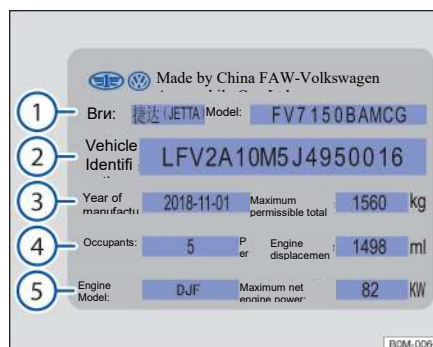

Рисунок 135. Паспортная табличка модели (схематическое изображение)
Паспортная табличка модели →Рисунок 135. Наклеивается в нижней части стойки двери переднего пассажира, содержит следующие данные:
- Модель двигателя указана на табличке модели автомобиля →Рисунок 135. Номер модели двигателя также напечатан с левой стороны от соединения двигатель-трансмиссия. ◀
Все технические данные соответствуют официальному документу на транспортное средство. Все данные, приведенные в данном Руководстве, относятся к автомобилям базового типа. Табличка с номером модели → **Рисунок 135**, а также тип и модель двигателя, установленного на автомобиле, указаны в технических данных всего автомобиля в Руководстве по техническому обслуживанию или в техпаспорте автомобиля.